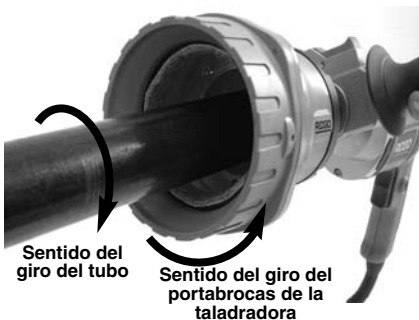

Figura 10 – Método para, con una preparadora, quitarle las rebabas externas a un tubo que se encuentra girando
- Con cuidado, monte la Preparadora sobre el extremo del tubo. Oprima el interruptor de pie del Accionamiento Motorizado para que el tubo comience a girar (*Figura 10*).